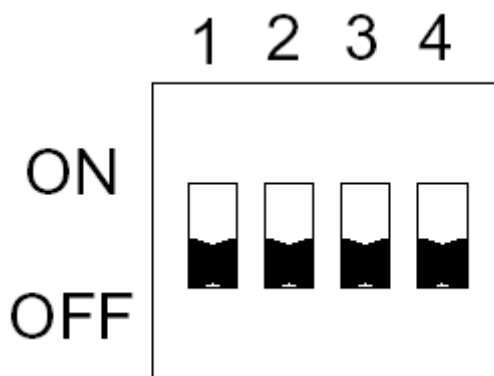

FIG5 DIP SWITCH PER SELEZIONE CANALI
4. DIP SW per la selezione dei canali (cfr. fig.5)